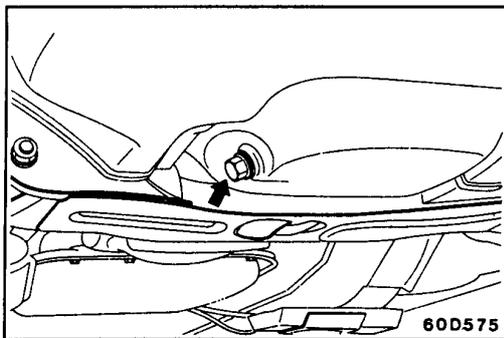

Рис. 10.1
- (1) Прогрейте двигатель до рабочей температуры.
- (2) Слейте старое масло.
- (3) Залейте новое масло.
- (4) После прогрева двигателя нажмите два-три раза на педаль управления дроссельной заслонкой, и убедитесь в отсутствии подтекания масла через сливную пробку (рис. 10.1), при этом контрольная лампа аварийного давления масла должна погаснуть, а стрелка указателя давления масла перемещаться.